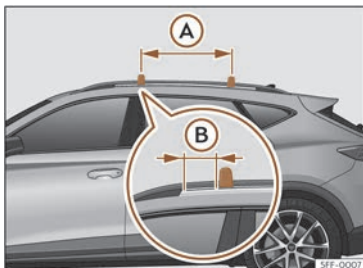

Fig. 195 Points de fixation des barres longitudinales pour la galerie porte-bagages du toit.
Les barres transversales se montent sur les barres latérales du toit. La distance entre les barres transversales >>> **fig. 195** (A) devra être comprise entre 70 et 90 cm et la distance entre les barres transversales et les supports des barres latérales du toit (B) devra être égale à 9 cm.